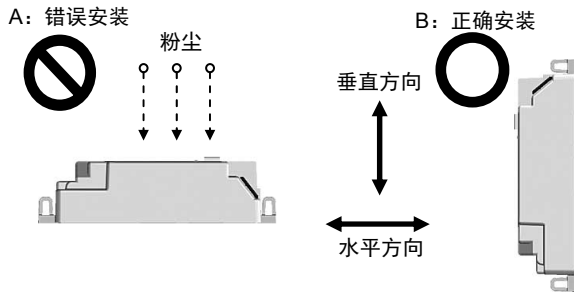

图 13 安装方向
- 除了装在防尘构造箱等装置内的情况之外，请在安装Inflex FC时，使其正面置于水平方向。（参照图13中的图B）。在将Inflex FC的正面安装成垂直方向（向上）的情况下，连接器内容易聚集粉尘。